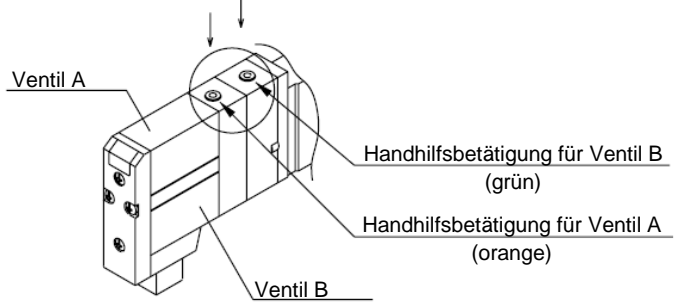

Abbildung 1
2.5.1 Nicht verriegelbar (siehe Abbildung 1)